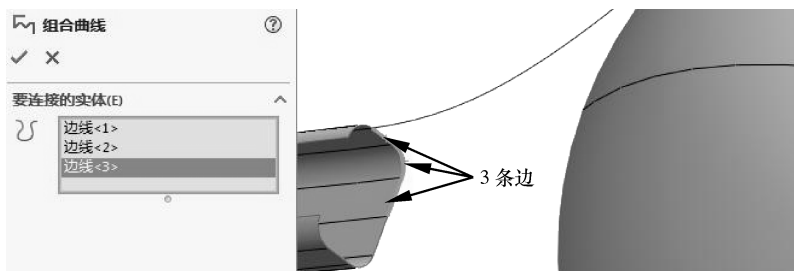

图 4-105 创建组合曲线
- 19 利用【组合曲线】工具，选择如图 4-105 所示的 3 个边，创建组合曲线。